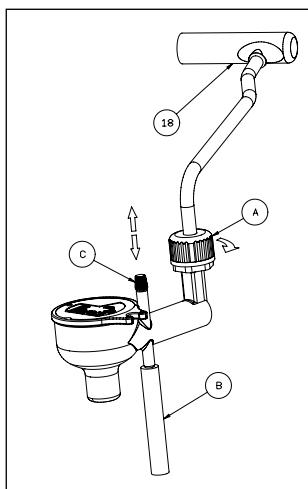

FIG 2
- Stellen Sie sicher, dass das Handrad (4) des Dampfahns geschlossen ist, (Foto B);
- Drehen Sie die Dampfdüse (12) im Uhrzeigersinn bis zur Endposition und ziehen Sie die Dampfdüse aus Ihrem Sitz heraus, indem Sie sie nach rechts ziehen, (Foto N). Setzen Sie die Vorrichtung zur Cappuccino Automatik in das Dampfrohr (18), indem Sie sie so weit nach oben drücken, bis das Dampfabgaberohr am Stutzen anliegt; ziehen Sie anschließend den Gewindekranz wieder fest, indem Sie ihn im Uhrzeigersinn drehen. (Fig. 2);
- Setzen Sie in dieselbe Aufnahme die Vorrichtung mit der Cappuccino Automatik (b) ein, indem Sie nach links schieben, (Foto 2). Drehen Sie die Vorrichtung mit der Cappuccino Automatik (17) gegen den Uhrzeigersinn bis zur Endposition.